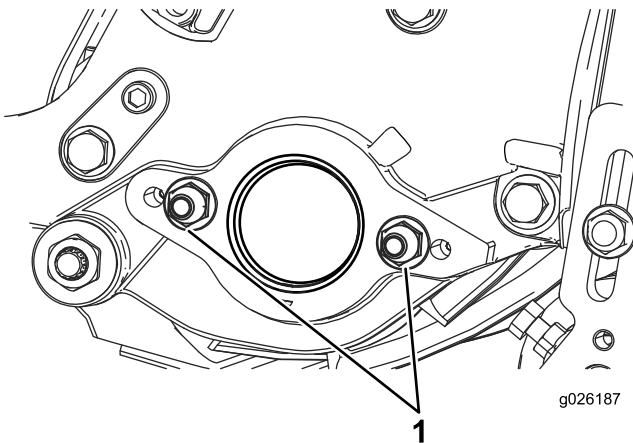

図 7
2. 右側サイドプレートから、ロックナット2個を外す図 7。
4. カッティングユニットの左サイドプレートにリールモータのロックナット2個を取り付ける図 7。